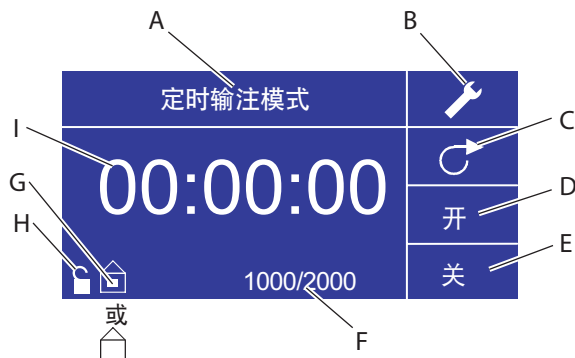

图 3-4 定时输注模式屏幕
- I. **时间显示：**中心数字显示控制台的打开或关闭时间的剩余时间，屏幕右侧会加亮显示是打开时间还是关闭时间（参见图3-4中的位置D或E）。
6. **设置打开时间:** 为了设置打开时间，请使用方向按钮和输入键来选择“打开 (ON)”这个字段（参见图3-4中的位置D）。这样做可以使屏幕中心的定时器加亮显示（参见图3-4中的位置I）。再次按输入键，使用上/下箭头来设置定时器。使用左/右箭头来在数字间进行切换。选择好最佳打开时间后，再次按输入键进行确认。控制台现在将保持运行一段时间，时间长短由屏幕中心显示的时间决定。
7. **设置关闭时间:** 为了设置关闭时间, 请使用方向按钮和输入键来选择“关闭 (OFF)”这个字段 (参见图3-4中的位置E)。这样做可以使屏幕中心的定时器加亮显示 (参见图3-4中的位置I)。再次按输入键, 使用上/下箭头来设置定时器。使用左/右箭头来在数字间进行切换。选择好最佳关闭时间后, 再次按输入键进行确认。控制台现在将停止运行一段时间, 时间长短由屏幕中心显示的时间决定。**注:** 如果关闭时间被设为00:00:00, 控制台需要根据键盘或远程I/O连接器**输入**的启动/停止指令开启下一次输注。
8. **选择批次数量:** 在控制台根据所选打开/关闭时间运行前, 请先选择需操作的批次数量。要完成此操作, 请使用方向按钮和输入键来选中“批次 (BATCH)”图标 (参见图3-4中的位置F)。在批次数选择屏幕上, 按输入键, 然后通过方向按钮上的上/下箭头选择想要使用的批次数量。使用左/右箭头来在数字间进行切换。再一次按压输入键, 确认所选的批次数量。如果数量被设定为零 (0), 控制台将会进行无限次循环, ∞符号将会显示出来。使用方向按钮, 选择退出选项, 返回到定时输注操作屏幕。
10. **重设批次:** 如需重设批次, 请使用方向按钮和输入键来选择“批次”图标 (参见图3-4中的位置F)。在批次数屏幕上, 使用方向按钮选中“重设 (RESET)”并按下输入键, 对批次数进行重设, 然后选择退出选项, 返回到定时输注模式操作屏幕。